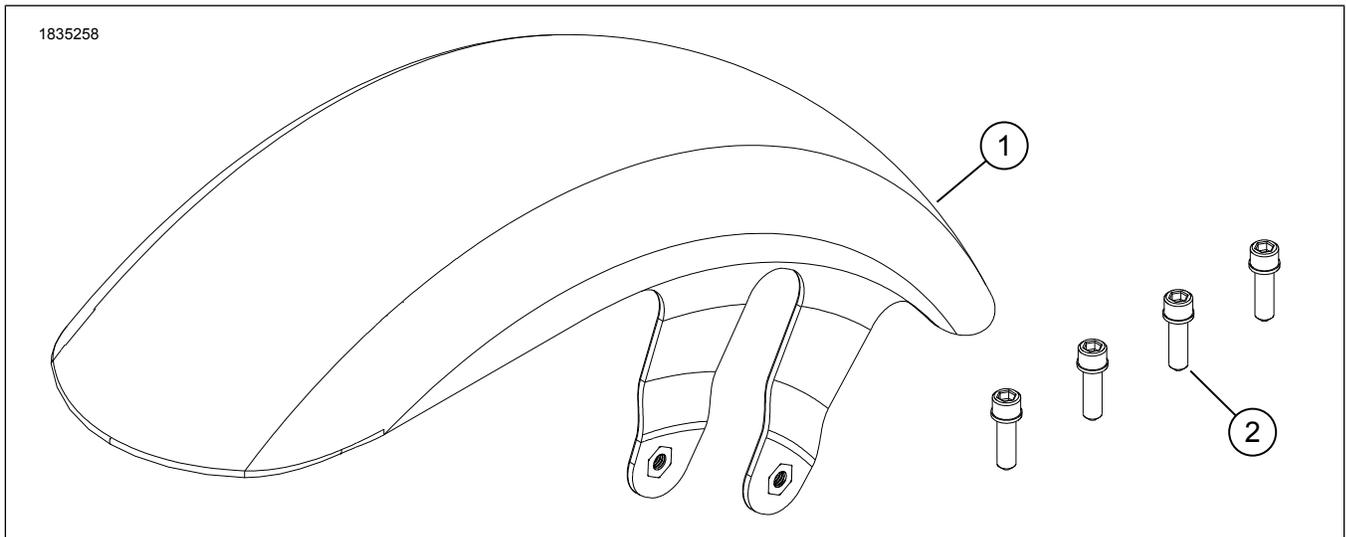

Figure 1. Contenu du kit : Garde-boue en fibre de carbone
1. Voir la figure 1. Installer un nouveau garde-boue avant (1).